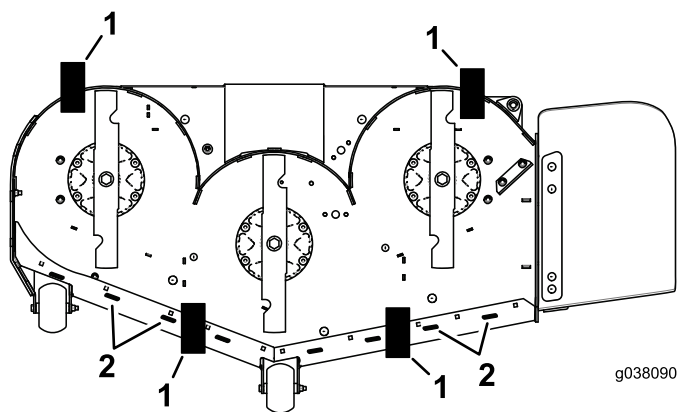

Bild 84
11. Legen Sie zwei Blöcke (siehe Blockhöhen- und Rechentabelle) unter die hintere Kante des Mähwerks, einen Block an jeder Seite des Mähwerks (**Bild 84**).